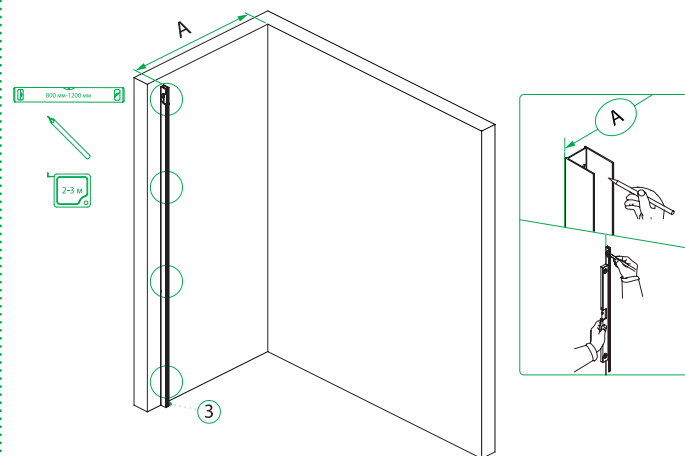

Рис. 5/5-сур.
2. Приложите пристенный профиль к стене, выровняйте по уровню и произведите разметку отверстий для шурупов (рис. 5).